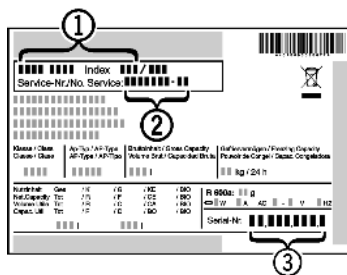

Fig. 56
- ▶ Считать обозначение устройства Fig. 56 (1), сервисный номер Fig. 56 (2) и серийный номер Fig. 56 (3) с заводской таблички. Заводская табличка находится внутри устройства слева.